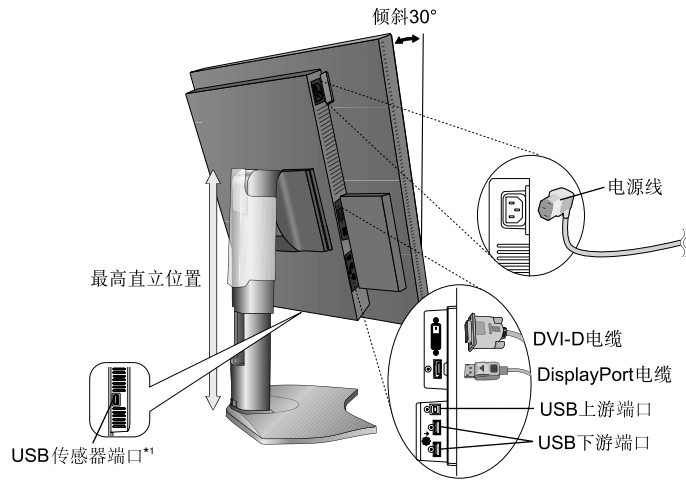
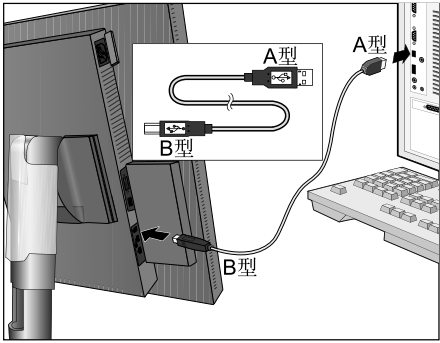

图 C.1
图 C.1a
4. 将所有电缆连接至相应的接口（图 C.1）。使用 USB 电缆时，将 B 型接口连接至显示器右后侧的 USB 上游端口并将 A 型接口连接至计算机上的下游端口（图 C.1a）。如果使用 USB 设备的线缆，则将其插入显示器的任一下游端口。